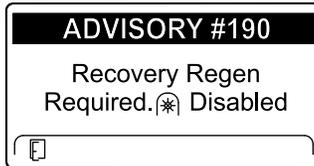

Figura 70
- AVISO N° 190 – Regeneración estacionaria necesaria – Toma de fuerza deshabilitada (Figura 70).